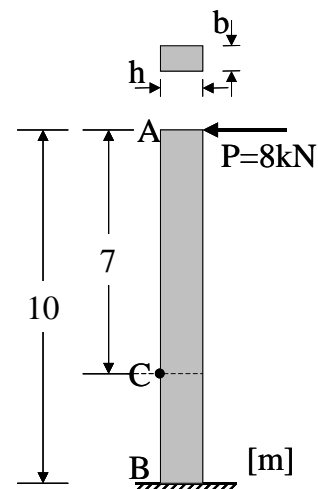

Figure 4
4. For the element illustrated in Fig. 4, compute the principal stresses σ_1 and σ_2 , as well as the maximum shear stress at a point located on the left line of cross-section C, which is $h = 20$ cm \times $b = 10$ cm (25 points).
4. Pour l'élément illustré à la Fig. 4, calculer les contraintes principales σ_1 et σ_2 , de même que la contrainte de cisaillement maximale pour un point situé sur la fibre gauche de la section C, de dimension $h = 20$ cm \times $b = 10$ cm (25 points).